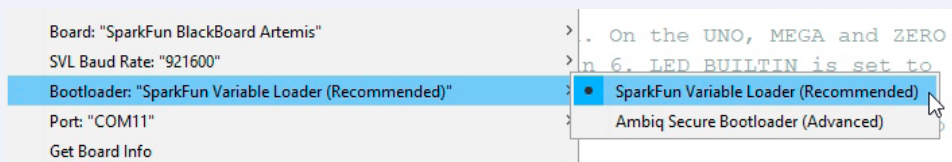

Figure 9. Ne cochez pas Ambiq Secure Bootloader si vous n'êtes pas sûr de vous.
Attention ! Vous n'endommagerez jamais l'Artemis, mais l'utilisation des outils Ambiq Secure Bootloader écrasera le bootloader SparkFun, supprimant la possibilité de téléchargement plus rapide. L'utilisation du chargeur Ambiq Secure Bootloader pour la programmation générale d'Arduino n'est pas recommandée (**fig. 9**).
R. Vous n'avez pas pu vous en empêcher et vous avez chargé du code avec le chargeur Ambiq comme nous l'avons indiqué **figure 9**. C'est bon ! Pour remettre le chargeur d'amorçage SVL SparkFun, procédez comme suit :